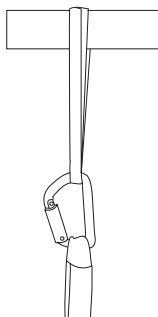
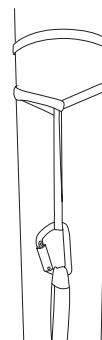
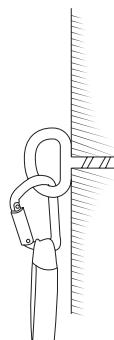

Bild 1A: Horisontell förankring
Bild 1B: Vertikal förankring
Bild 1C: Fast förankringspunkt i konstruktionen
2. Lägg förankringsslingan runt ett konstruktionselement och genom karbinhaken (bild 1A).
Om förankringsslingan placeras runt ett vertikalt konstruktionselement ska den dras runt detta två gånger och sedan genom sig själv. Fäst därefter karbinhaken enligt bild 1B. Kontrollera att förankringsslingan läses fast. I bild 1C visas hur man fäster karbinhaken till en fast förankringspunkt i konstruktionen, EN 795 klass A.
4. Lossa karbinhaken från förankringslängan. Lägg förankringslängan runt ett konstruktionselement och genom karbinhaken såsom visas i bild 1A eller bild 1B. Förankringspunkten måste tåla en belastning på 12 kN (EN 795). Fäst **Smartline X** enligt bild 4.